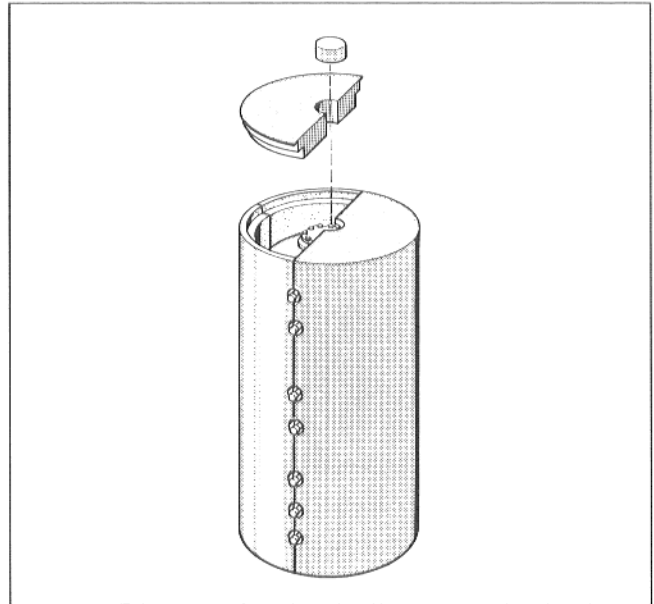

Abb. 8
- 2 Haubenteile oben in die Abstufung der Umfangsegmente einfügen (Abb. 8).
- Kleine Wärmeschutzscheibe (Füllstück) von oben mittig in die Haubenhälften einfügen (Abb. 8).